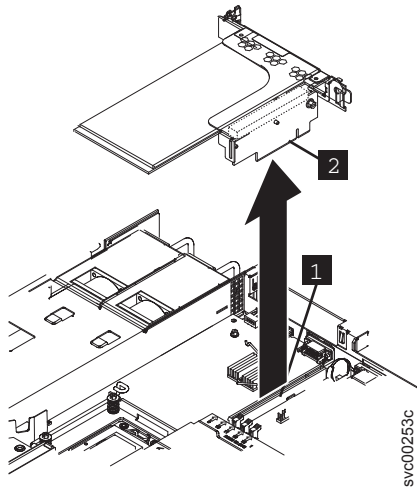

図 195. SAN ボリューム・コントローラー 2145-CG8 または 2145-CF8 用の高速 SAS ライザー・カード・アセンブリの取り外し
9. アダプター・アセンブリーの後部レールの留めねじを取り外した後、227 ページの図 195 に示すように、ライザー・カード・アセンブリーの後端をつかみ、アセンブリーを持ち上げて取り外します。